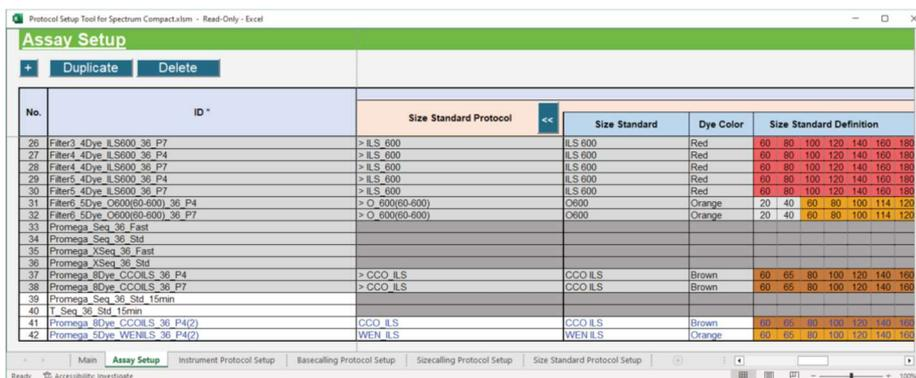

図 240 Size Standard Protocol のパラメーター表示画面
10. 「Size Standard Protocol」の列のヘッダーにある右向き⇨の二重の矢印を選択すると、セクション 13.4.5 で説明されているように、size standard の個々のパラメーターが表示され、編集できます。(図 240)